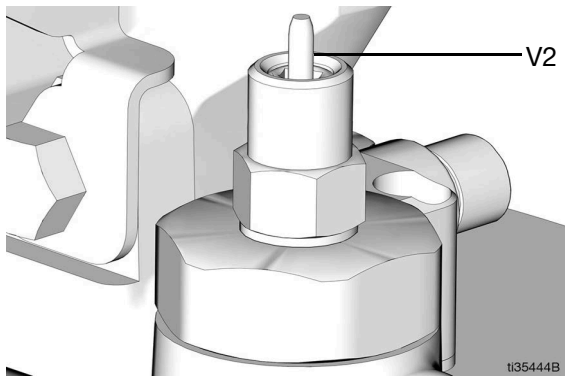

FIG. 13
A medida que entra grasa en el tanque (K), el plato seguidor (Y) es empujado hacia la parte superior del tanque (K) y, a su vez, empuja la clavija de la válvula (V1) que cierra la trayectoria de entrada del fluido. La clavija (V2) salta cuando el tanque está lleno (FIG. 13).